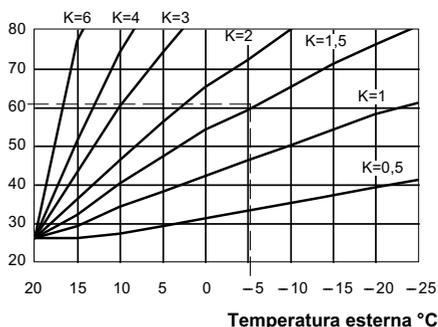
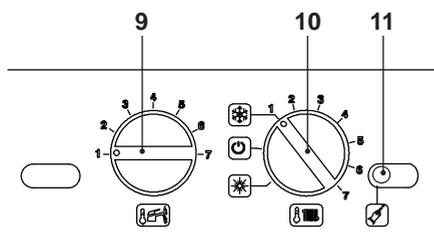

Figura 5.32
Figura 5.33
dimento dell'impianto di riscaldamento per ottimizzare la temperatura di mandata (Figura 5.32).
Es. Per avere una temperatura di mandata all'impianto di riscaldamento di 60°C con una esterna di -5°C si deve settare un K di 1,5 (linea tratteggiata in Figura 5.32).
- Posizionare le manopole 9 e 10 indicate in Figura 5.33.
- Per settare il coefficiente K, determinato dalla Figura 5.32 bisogna entrare in programmazione premendo per 15 secondi il pulsante di ripristino 11, in Figura 5.33 fino alla comparsa del parametro **P01** sul display LCD; sul display LCD compare la seguente visualizzazione (la sequenza **P01** si alterna a --- --).
- Premere il pulsante di ripristino 11, in Figura 5.33, per lo scorrimento dei vari parametri sino al raggiungimento del parametro **P15** valido per il settaggio del coefficiente K; sul display LCD compare a seguente visualizzazione (la sequenza **P15** si alterna a 00).
- Impostare il valore ruotando la manopola in Figura 5.33 da un minimo di 30 (la sequenza **P15** si alterna 30)
ad un massimo di **255** in base alla curva scelta del coefficiente K in Figura 5.32.